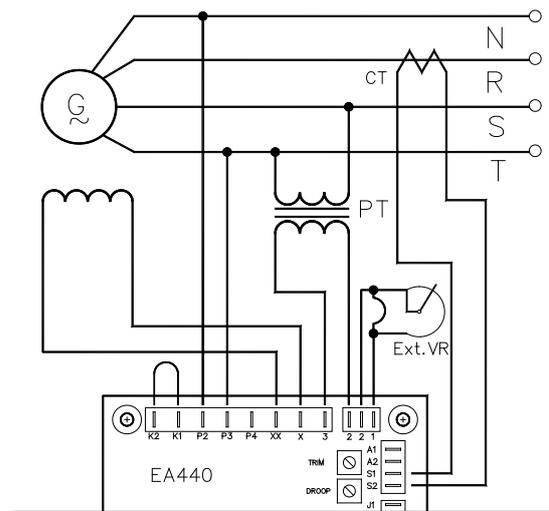

図3 結線参考
3.4.1 (図3参照)この機能は負荷電流補償に対応しており、遠隔電圧が負荷時にやや低下する場合、CTのS1、S2端子を介して補償が可能です。CT二次側S1・S2で1A出力され、力率が0.8のとき、DROOP調整により定格電圧の0~5%の範囲で補償が可能です。